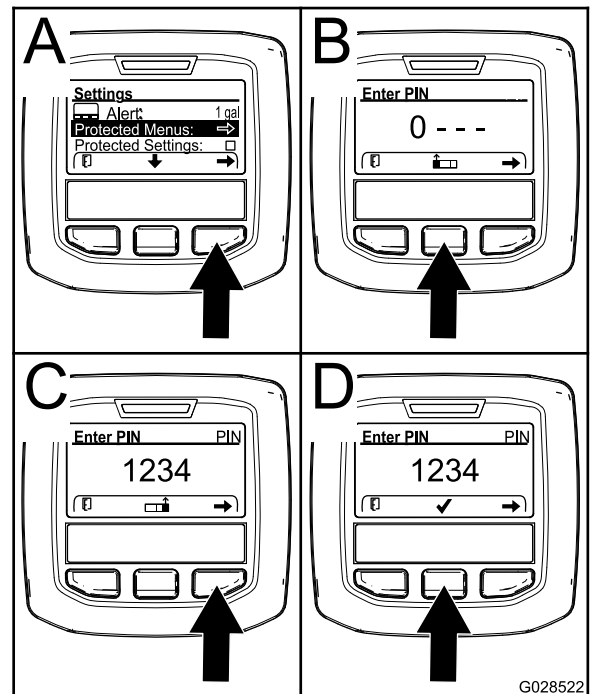

Figura 11
- Apăsai butonul de selectare dreapta pentru a selecta Meniuri protejate (A din Figura 11).
- Apăsai butonul de selectare centru (B din Figura 11) pentru a mări valoarea numerică (0 - 9).
- Apăsai butonul de selectare dreapta (C din Figura 11) pentru a muta cursorul la următoarea poziie numerică la dreapta.
Notă: Pictograma bifă apare deasupra butonului de selectare centru (D din Figura 11).
5. Apăsai butonul de selectare centru (D din Figura 11) pentru a introduce parola.